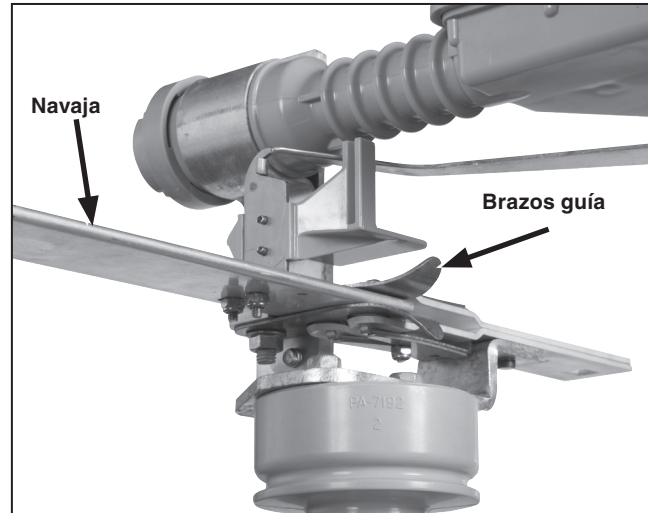

Figura 31. Navaja y ensamble de los contactos en la posición completamente Cerrado.
- Mientras la palanca operativa esté en la posición lo más alejada posible en la dirección de cierre, todos los contactos del seccionador interruptor deben quedar en la posición completamente **Cerrado**. Ver Figura 31.
Verifique las navajas del interruptor para asegurarse que las tres fases estén cerradas. Ver Figura 31 en la página 28.